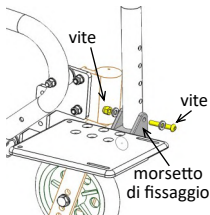

fig. 7.1: Regolazione altezza
• Regolazione altezza del poggiapiedi (fig. 7.1):